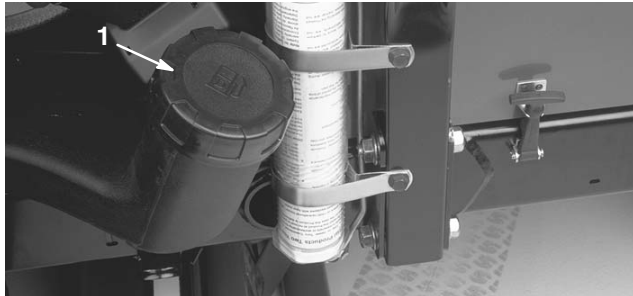

Figure 17
1. Nettoyez la surface autour du bouchon du réservoir de carburant (Fig. 17).